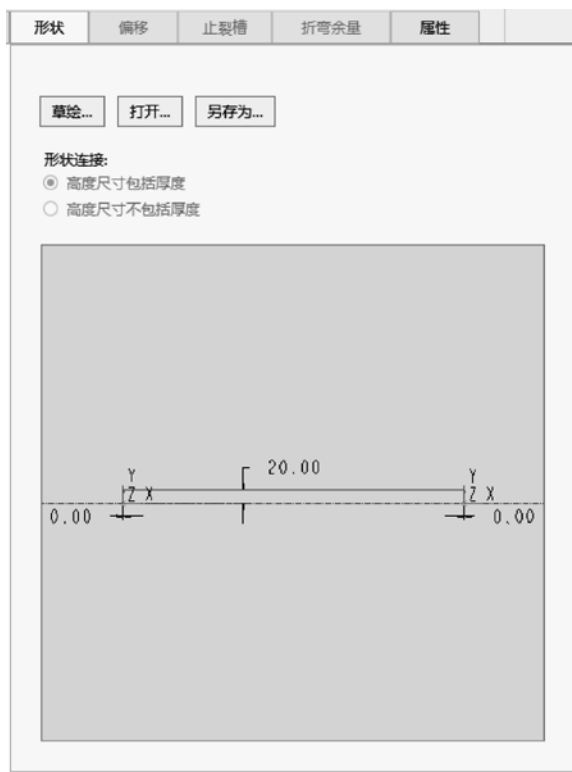

图 5-100 设置形状尺寸
(4) 在“平整”选项卡中打开“形状”面板，设置图 5-100 所示的矩形的形状尺寸。